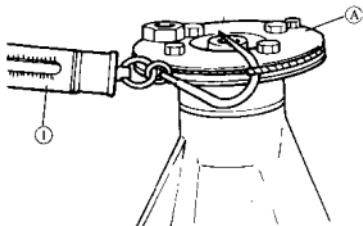

图 13-29
(6) 用专用扳手按 $170\sim220\text{N}\cdot\text{m}$ 的拧紧力矩拧紧主动齿轮锁紧螺母。测出齿轮起动力矩，见图 13-29，如超出标准起动力矩范围 ($0.392\sim0.686\text{N}\cdot\text{m}$) 则拆卸，重新选取适当厚度的主动齿轮预紧力调整垫片，重复(5)、(6)步，直至合格为止。
①-扭簧秤, ②-预紧力检查扭转滑轮(直径 100mm)
(7) 重新拆下主动齿轮，在主减速器壳体头部装入主动齿轮油封，并在油封唇口均匀涂上一层通用锂基润滑脂。
(8) 重新将主动齿轮装入轴承座中，并重新安装主动齿轮衬套、主动齿轮预紧力调整垫片、前轴承内圈、连接万向节凸缘、垫圈、主动齿轮锁紧螺母等。
(9) 用 $170\sim220\text{N}\cdot\text{m}$ 的拧紧力矩重新拧紧主动齿轮锁紧螺母，并检查齿轮起动力矩，见图 13-29。此时齿轮的起动力矩应在 $0.588\sim0.882\text{N}\cdot\text{m}$ 范围内。否则要重新选取主动齿轮预紧力调整垫片，重复(5)~(9)步，直至合格为止。